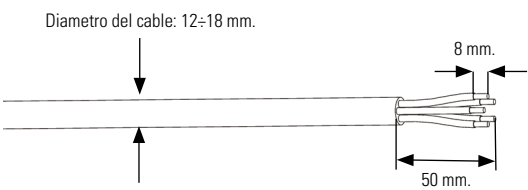

Fig. 52. Pelado de cable AC.
3. Retirar el manguito de aislamiento de la manguera de AC unos 50 mm. y retirar el aislante del extremo de los cables L1, L2, L3/PE/N unos 8 mm., tal y como se muestra en la Fig. 52.